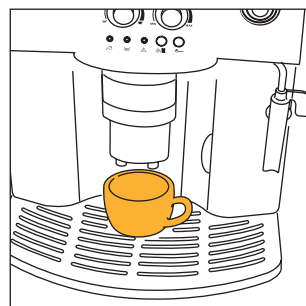
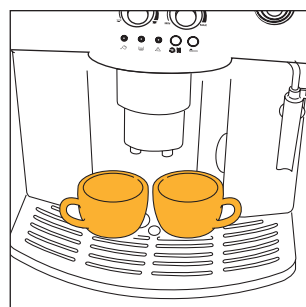
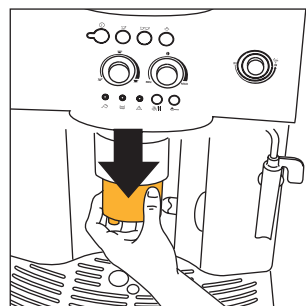

Fig. 9
Fig. 10
Fig. 11
- 4) Coloque uma chávena debaixo dos bicos do ejector, se desejar 1 café (fig. 9) ou 2 chávenas, se desejar 2 cafés (fig. 10). Para obter um bom creme, aproxime o mais possível o ejector de café das chávenas, baixando-o (fig. 11).